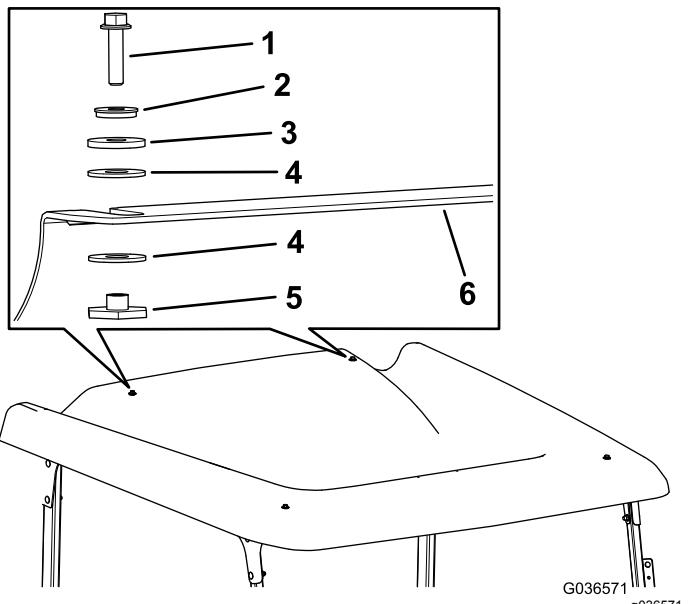

Рисунок 33
- Установите солнцезащитный навес на заднюю поперечину при помощи двух болтов с шестигранными фланцевыми головками (1/4 x 1 дюйм), двух уплотнительных шайб, двух фрикционных шайб, 4 пластмассовых шайб и двух фланцевых втулок (Рисунок 33).